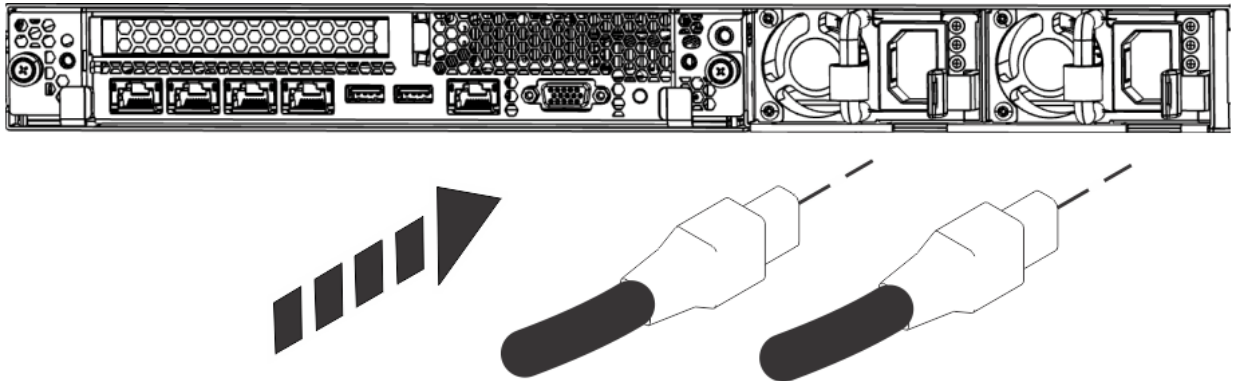

Figura 2. Conectando os cabos de energia às fontes de alimentação
- Se você estiver usando uma conexão compartilhada para IPMI e HMC, um único cabo para a porta 0 na Figura 2 poderá satisfazer ambos os requisitos para IPMI e HMC.
6. Conecte os cabos de energia do sistema e os cabos de energia de quaisquer outros dispositivos conectados à fonte de alimentação de corrente alternada (AC).